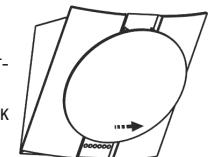

рис. 4
6.1.1 Перед установкой вытяжки снимите алюминиевый фильтр (рис. 4, 4A).
- потяните за нижний край откидной панели, как показано на рис. 4 и аккуратно откроите ее до упора;